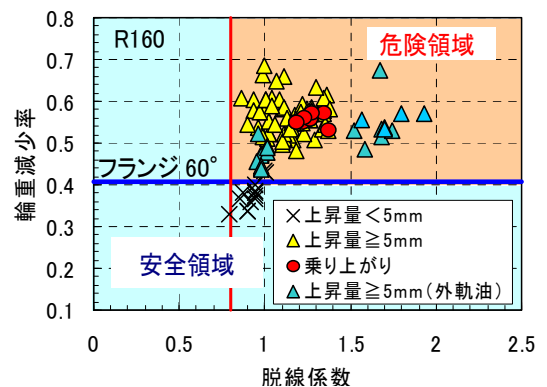

図3 脱線走行試験結果例(内軌側横圧輪重比 ≥ 0.4)
- 半径160 m、カント^注90 mmの曲線に続く出口緩和曲線部を速度10～20 km/hで走行した実車による脱線試験(図2)の結果、乗り上がりが発生するのは、脱線係数、輪重減少率、内軌側横圧輪重比の三つの指標が大きい場合であることがわかった(図3)。